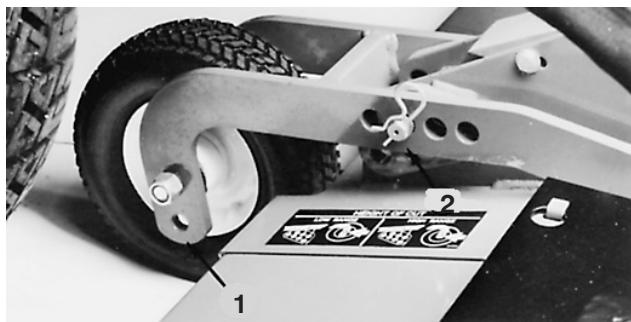

Bild 72
1. Stellen Sie das Mähwerk auf die höchste Schnitthöhe ein. Setzen Sie die Laufradachsen in die unteren Laufradgabellöcher (Bild 72 und 73). Wenn Sie das vordere Mähwerk prüfen, setzen Sie die Splints der beiden hinteren Laufräder auf die höchste Schnitthöhen-einstellung (Bild 72). Verlagern Sie an den vorderen Laufrädern alle Laufraddistanzstücke zur Unterseite der Laufradarbe (Bild 72). Wenn Sie die Flügelmähwerke prüfen, verlagern Sie alle Distanzstücke der Laufradwelle zur Unterseite der Laufradarbe und setzen Sie die Laufradachsen in die unteren Laufradgabellöcher.